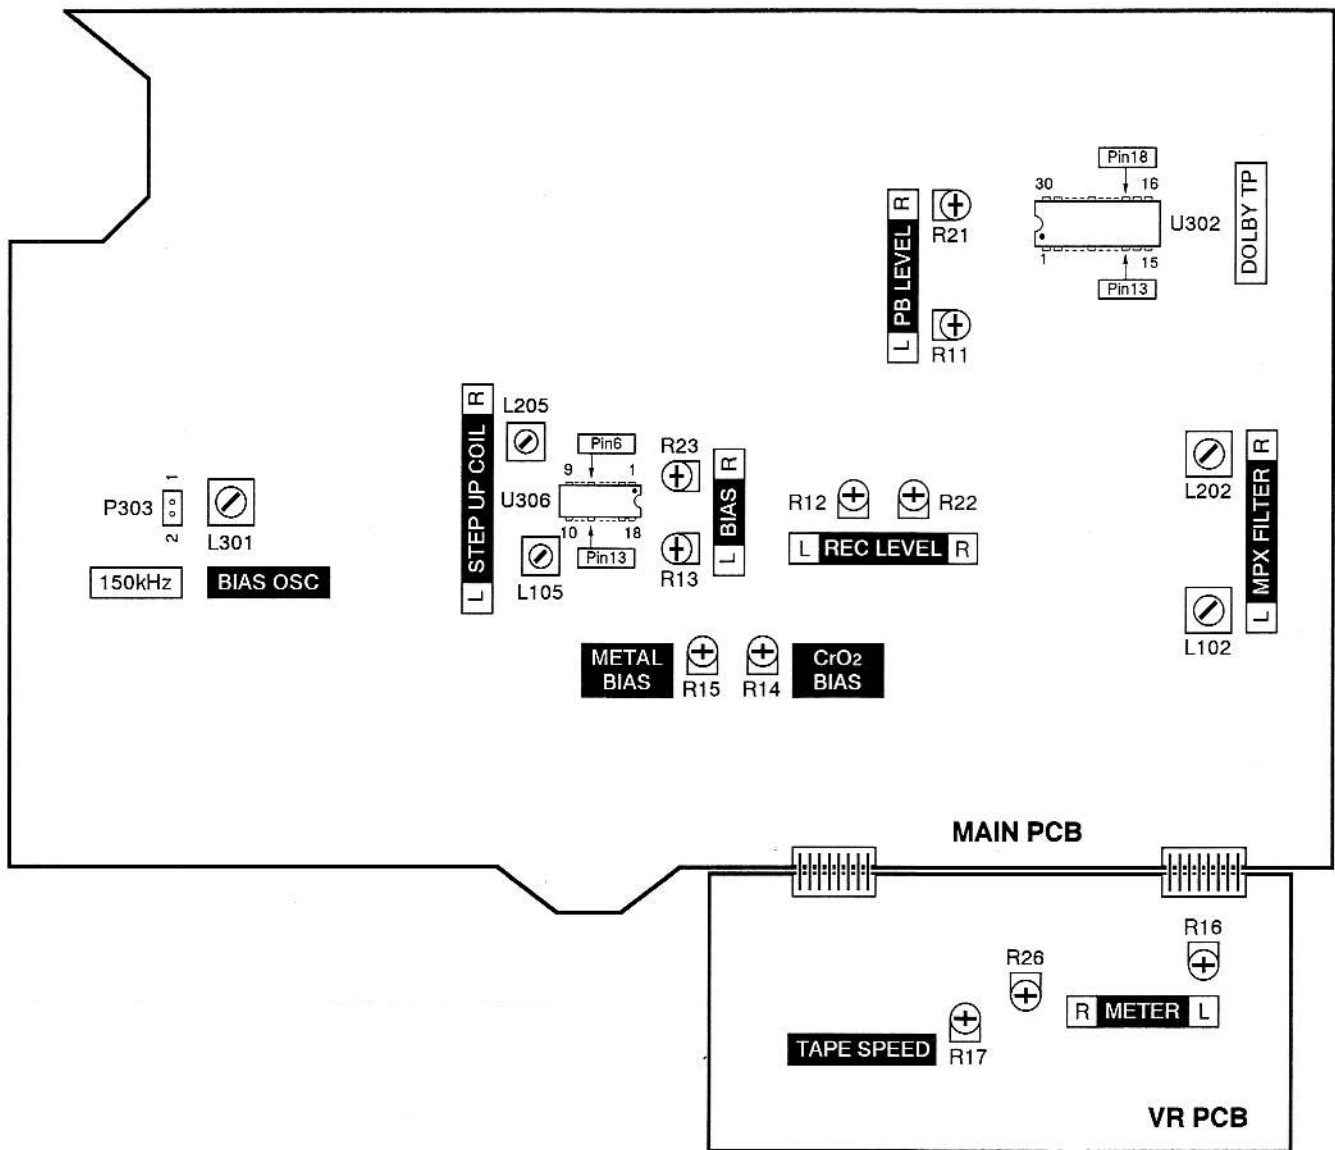

Fig. 2-2
4. Adjust R17 (Fig. 2-2) on the VR PCB to get the adjustment value of 3,000Hz to 3,010Hz.
4. 周波数値が3,000~3,010HzとなるようにVR PCBのR17 (Fig. 2-2)を調整する。